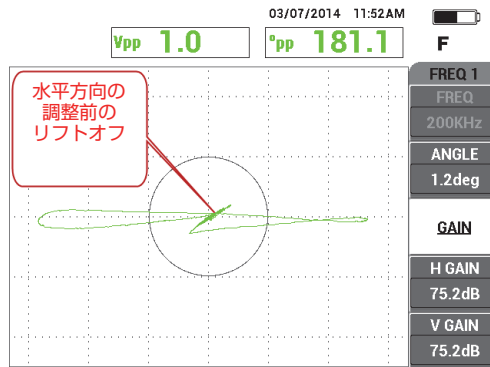

図 5-55 中央ノッチのスキャン
5. 中央にあるノッチのみをスキャンし、フリーズキー (✳) を押します (170 ページの図 5-55 を参照)。